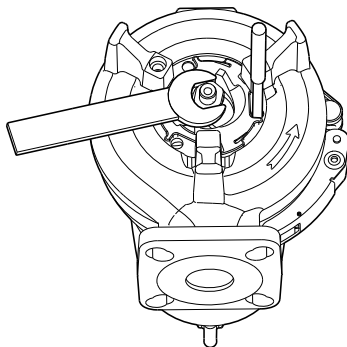

Fig. 13 Justering av pumphjulsspalt
3. Ta bort skärringen (pos. 44).
5. Ta bort skärhuvudet (pos. 45).
- Se fig. 13 för justering av pumphjulsspalt.
- a) Dra försiktigt åt muttern (pos. 68) (nyckelstorlek 24) tills pumphjulet (pos. 49) inte längre kan rotera.